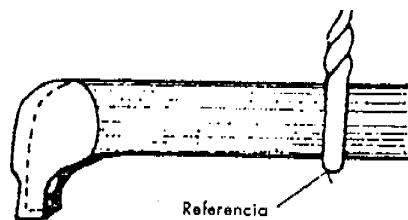

Figura 12
- 2º Paso- Marque la referencia de profundidad en la herramienta ( Figura 12 ) e inicie el corte de una entrada, dejando 0,1 mm de exceso.